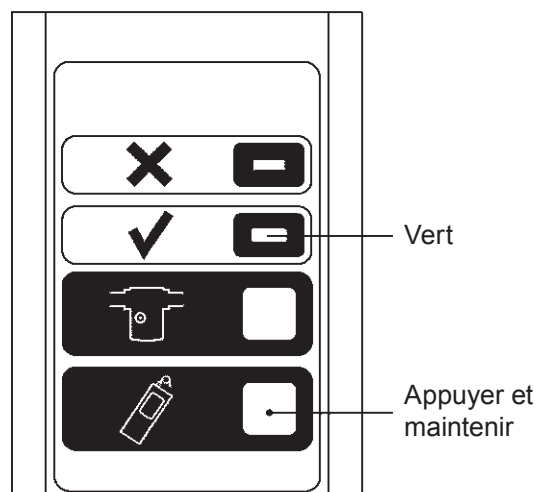

Fig. 5
3. Appuyer sur la touche inférieure portant le symbole du coffret Type 40 et la maintenir enfoncée. La lumière verte restera allumée tant que la touche sera maintenue enfoncée (voir Fig. 5).